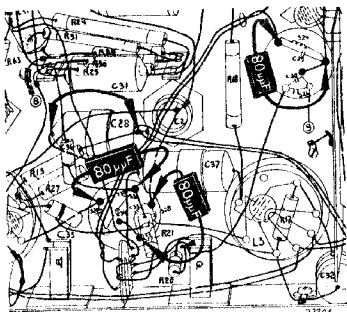
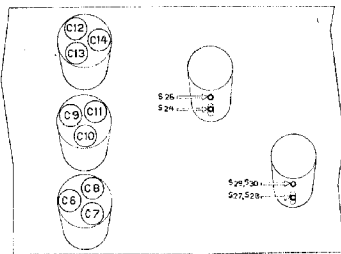

Fig. 2
Fig. 4
2. Volumeregelaar op maximum draaien. Automatische volumeregeling uitschakelen door C28 kort te sluiten (zie fig. 2).
5. 3e M.F.-kring verstemmen met een condensator van 80 μF parallel aan S27 + S28 (fig. 2). S29, S30 van 4e M.F.-kring afregelen (fig. 4).
6. 4e M.F.-kring verstemmen met 80 μF parallel aan S30 (fig. 2). S27, S28 van 3e M.F.-kring afregelen (fig. 4).
- 1e M.F.-kring verstemmen met $80 \mu\text{F}$ parallel aan S24 (fig. 2). S26 van 2e M.F.-kring afregelen (fig. 4).
- 2e M.F.-kring verstemmen met $80 \mu\text{F}$ tussen G1 van L3 en chassis. S24 van 1e M.F.-kring afregelen (fig. 4).